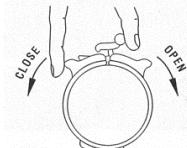
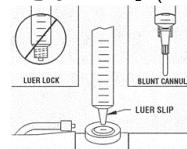

FIG. 3
FIG. 4
- 排尿口を開放し尿を排出するには、スプラッシュガードの白いレバーを時計回りに動かす。排尿口を閉じるときは、レバーを反時計回りに、カチッとロックされるまで動かす(FIG. 3)。
- 尿標本を採取するには、サンプリングポート表面を消毒剤で拭く。ルアーシリングあるいはプラントチップカニューラの先端をニードルレスサンプリングポートの中央に挿入する(FIG. 4)。標本を採取したらシリングを抜き取る。
注意 : ルアーロック方式のシリジは使用不可 [サンプリングポートに挿入できないため] (FIG. 4)。
④カテーテルの体外に出ている部分を切断する。ただし断端を尿道内に押し込まないようにコッヘル等で固定して処置を行う(図3)。場合によってはインフレーションルーメンに合う径の留置針を差し込み、再度ゆるやかにポンピングを試みる(図4)。
(図3)